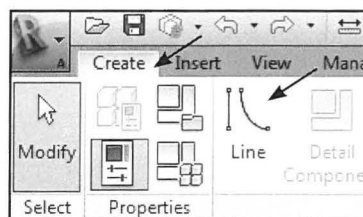

Fig. 16.13. *Create - Line*.
- Vælg *Create - Line* (Fig. 16.13).